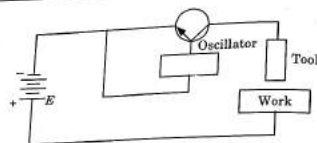

Fig. 5.11.3.
5. Fig. 5.11.3 illustrates a transistor circuit.